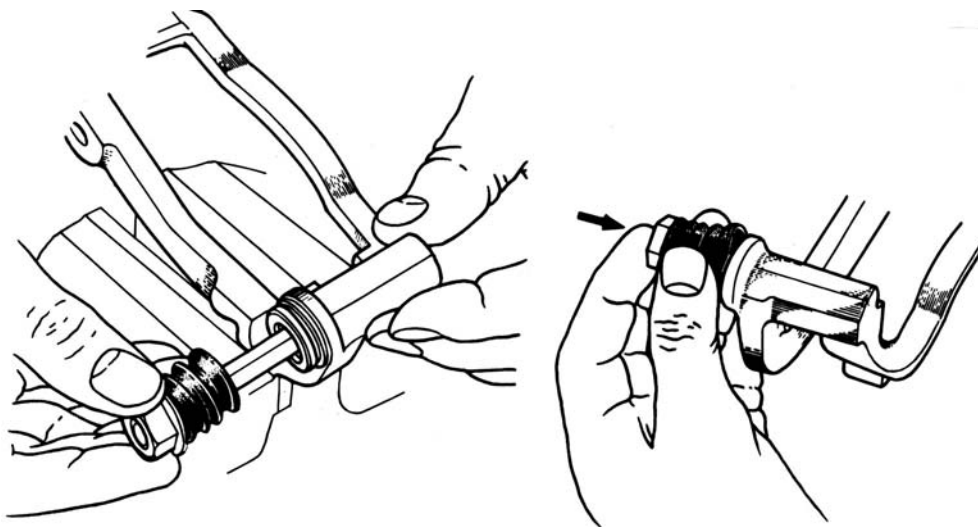

Рис. 7.20. Замена направляющих пальцев
- вывернуть болт крепления второго направляющего пальца (рис. 7.20);